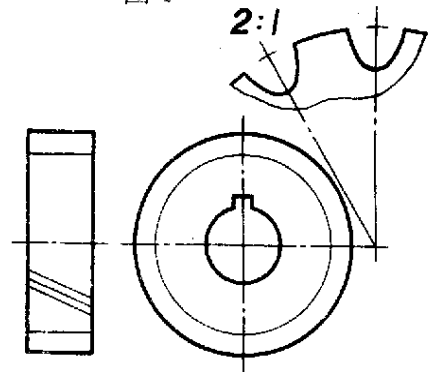

图 6
1.5 当需要表示齿线的形状时，可用三条与齿线方向一致的细实线表示（图6、8）。直齿则不需表示。
1.7 圆弧齿轮的画法见图6。